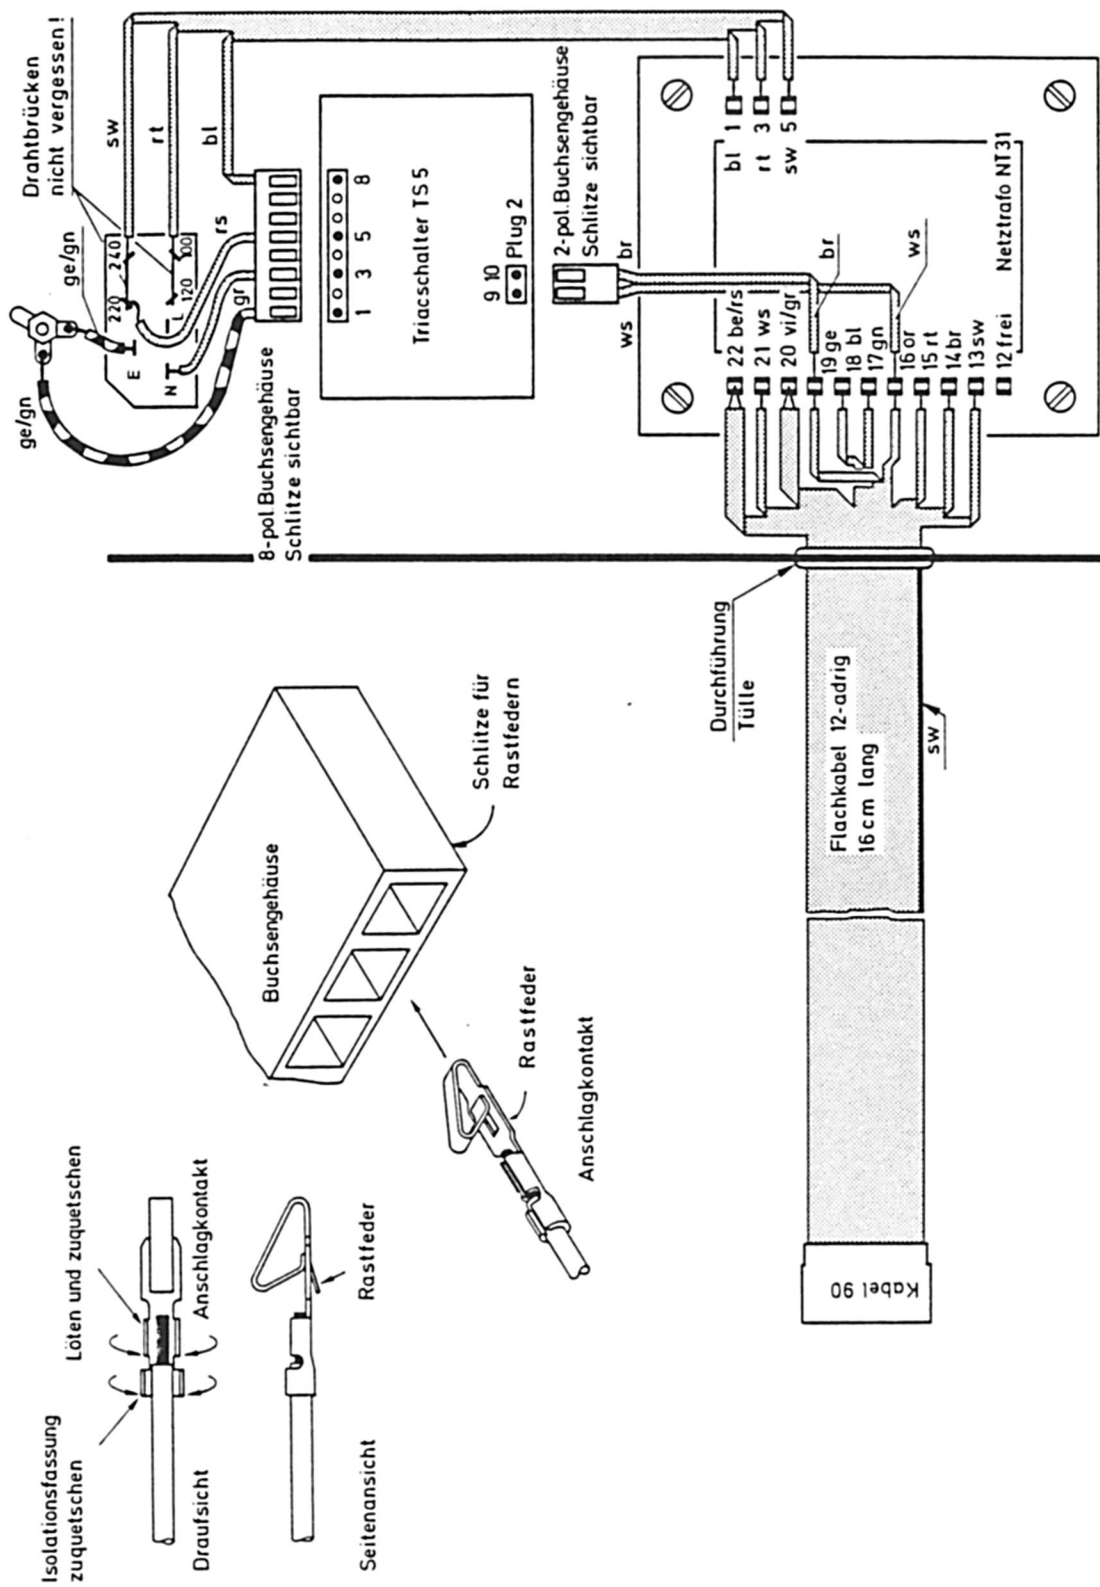
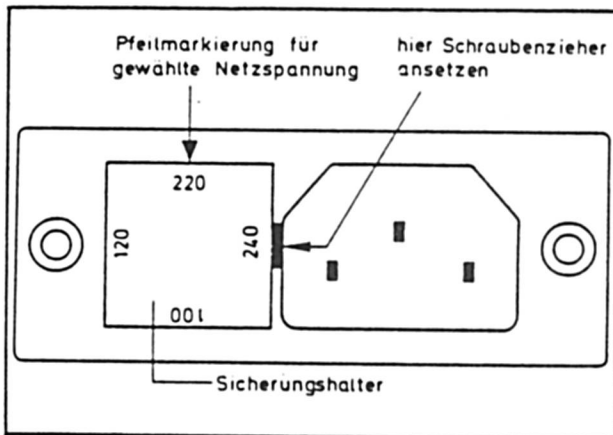
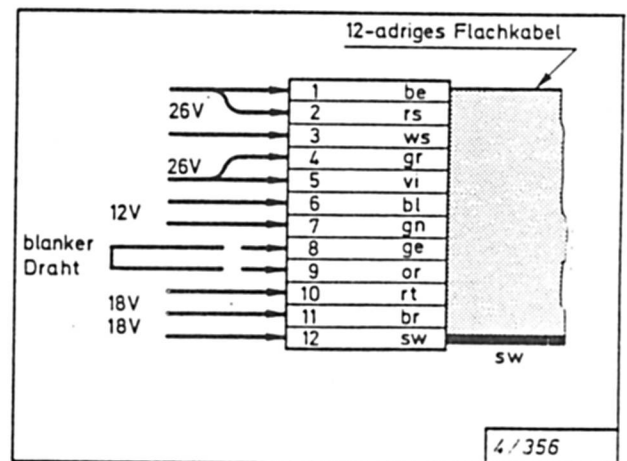

Abb. 9: Verdrahtung des Netzbausteins.
Abb. 10 Einsetzen der Netzsicherung
Abb. 11 Sollspannungen vom Netzbaustein
- () Stellen Sie die Verdrahtung nach Abb. 9 her, die Leitungen können entsprechend gekürzt werden, beachten Sie am Netzeinbaustecker die Verbindungen 220 - 240 und 120 - 100; Anschlußleitungen jeweils 2 cm abisolieren, verzinnen und an beide Lötflächen gut anlöten. Anschlagkontakte und Buchsengehäuse nach Nebenzeichnung in Abb. 9 verarbeiten. Das Stecksystem besitzt einen Verpolungsschutz. Beim Einsetzen der Anschlagkon-
- () Erdungslitze gelb/grün in zwei Stücke (10 + 5 cm) aufteilen, Enden ca. 3 mm abisolieren und verzinnen. Beide Leitungen nach Abb. 9 anlöten.
Heben Sie nach Abb. 10 den quadratischen Sicherungshalter, der gleichzeitig Netzspannungswähler ist, heraus, indem Sie ihn durch Einstecken einer schmalen Schraubenzieherklinge aus seiner eingerasteten Lager heraushebeln.
Stecken Sie den Sicherungshalter samt Sicherung wieder in die dazugehörige Öffnung, und wählen Sie dabei gleichzeitig die richtige Netzspannung: Der Sicherungshalter muß so eingesetzt werden, daß die Pfeilmarkierung (Abb. 10) je nach Netzspannung auf die Zahl "220" oder "100" zeigt. (Das Einsetzen in der Lage "120" oder "240" ist zwar erlaubt, jedoch wenig sinnvoll, weil durch die Drahtbrücken - vgl. Abb. 9 - die Stellung "100" gleichwertig mit "120", und "220" gleichwertig mit "240" ist. Der Netzbaustein ist damit betriebsbereit.
Stecken Sie also die Meßspitze Ihres Instrumentes nach Abb. 11 in die mit Pfeilen bezeichneten Buchsen und kontrollieren Sie die Sollspannungen. Bedenken Sie, daß Meßgerät, Trafo und Augenblicksspannungen des Netzes Toleranzen aufweisen, so daß die in Abb. 11 angegebenen Sollspannungen durchaus um 10 - 20 Prozent über - oder unterschritten werden können. — Die 2 x 26 Volt speisen später die Endverstärker und an den 12 Volt hängt die Anzeigeeinheit. Die 2 x 18 Volt werden in der T 200 nicht benötigt.
Biegen Sie einen U-förmigen Drahtbügel (Abfallende eines Widerstandes oder dergleichen) und stecken Sie ihn nach Abb. 11 in die Buchsen 8 und 9. (Keine Angst — hier liegen nur ca. 1 - 2 Volt an!) Sofort nach dem Einstecken des Drahtbügels muß der Triacschalter den Netzbaustein ausschalten und nach dem Herausziehen wieder einschalten. Wenn Sie die Funktion mit dem Meßinstrument (z. B. an Buchse 1 und 3) prüfen, werden Sie feststellen, daß auch im abgeschalteten Zustand eine Restspannung erhalten bleibt, dies ist kein Fehler!
Falls Sie nach Abb. 11 die Wechselspannungen zwar in der verlangten Höhe, jedoch nicht in allen Punkten vorhanden sind, kann daraus auf das grundsätzliche Funktionieren
ren des Netztrafos geschlossen werden. Die Fehlersuche muß sich hier also auf die Endpunkte des 12 - adrigen Flachkabels (Abb. 9) konzentrieren.
Falls alle Wechselspannungen ordnungsgemäß anstehen, jedoch beim Einstecken des Drahtbügels nach Abb. 11 nicht verschwinden, ist klar, daß der Triacschalter zwar eingeschaltet ist, jedoch nicht ausschaltet. Fehlerquellen können neben den entsprechenden Leitungen im Flachkabel auch in den Leitungen an Plug 2 Stift 9 und 10 des TS 5 (Abb. 9) und im Triacschalter selbst liegen. **Vor dem Öffnen der Abdeckhaube unbedingt die Netzkupplung ziehen!**
des Netzsteckers nicht sofort wieder durchbrennt), muß die Ursache im Triacschalter liegen. Tip für Notfälle, wenn der Fehler nicht gefunden wird: Ziehen Sie das 8-polige Buchsengehäuse am Triacschalter ab (vorher Netzstecker ziehen !) und drücken Sie den Anschlagkontakt am Anschluß Nr. 8 (Abb. 9) aus dem Buchsengehäuse heraus. Dazu müssen Sie die Rastfeder eindrücken. Löten Sie die Leitung Nr. 8 am Anschlagkontakt ab und am Punkt "N" (Abb. 9) des Netz-Einbausteckers wieder an. Dadurch ist das Netz praktisch direkt mit dem Trafo verbunden, und der Triacschalter kann zur weiteren Prüfung bzw. Reparatur ausgebaut werden. So ist der Netzbaustein bedingt einsatzfähig, wenn man davon absieht, daß er sich nur durch Ziehen des Netzkabels außer Betrieb setzen läßt.